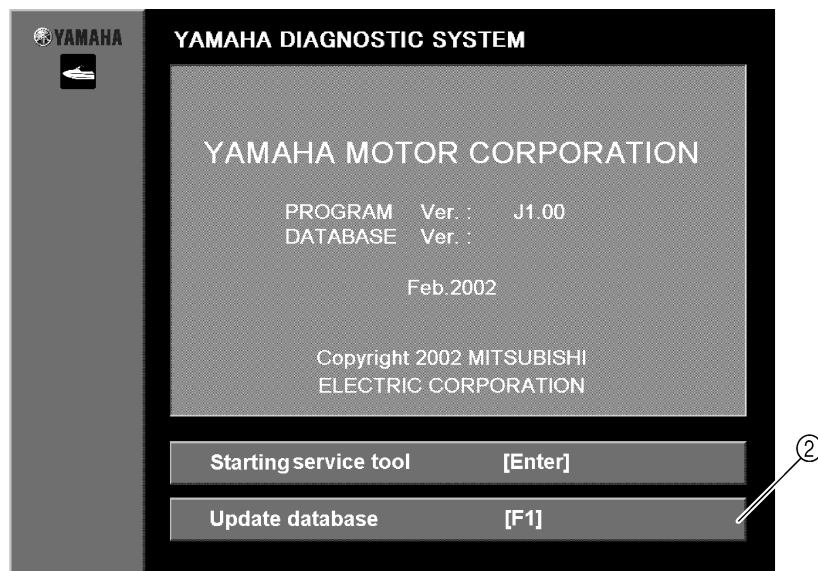

Fig. 12
3. After about three seconds the display will automatically go to the first menu display, or you can click or press any key to go to the first menu. (See fig. 12.)
3. L'écran du premier menu apparaît dès que l'on appuie sur le bouton de la souris ou sur une touche du clavier. Sinon, il s'affiche automatiquement au bout de trois secondes environ (voir la fig. 12).
3. Nach etwa drei Sekunden erscheint automatisch das erste Menü. Sie können auch auf irgendein Feld oder eine Taste drücken, um zum ersten Menü zu kommen. (Siehe Abb. 12.)
3. Después de unos tres segundos, aparece automáticamente el primer menú; también puede hacer clic o pulsar cualquier tecla para ir al primer menú. (Ver fig. 12.)
4. Click the **Update database [F1]** button or press the F1 key on your keyboard. (Fig. 12)
①
4. Cliquer sur le bouton **Update database [F1]** ou appuyer sur la touche F1 du clavier (Fig. 12).
- ① Premier menu
- ② Cliquer pour mettre à jour la base de données
4. Klicken Sie auf das Feld **Update database [F1]** oder drücken Sie die F1 Taste auf Ihrer Tastatur. (Abb. 12)
- ① Erstes Menü
- ② Klicken Sie auf aktualisieren der Datenbank
4. Haga clic en el botón **Update database [F1]** o pulse la tecla F1 del teclado. (Fig. 12)
- ① Primer menú
- ② Haga clic para actualizar la base de datos